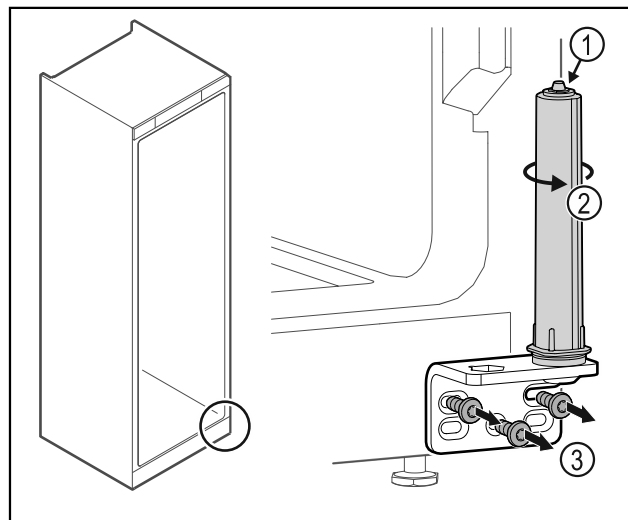

Fig. 38
- ▶ Не разглобявайте затварящата система на вратата Fig. 38 (1).
- ▶ Въртете затварящата система Fig. 38 (2), докато тя щракне.
- ▶ Развинтете ъгъла на пантата Fig. 38 (3).